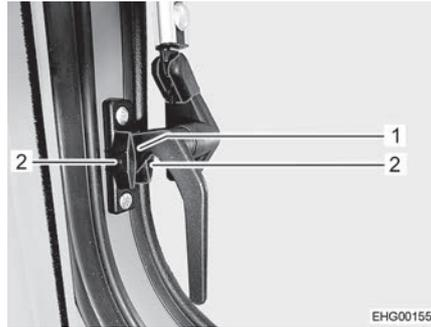

Fig. 33 Palanca de bloqueo de al lado (posición "ventilación continua")
- Girar las palancas de bloqueo de al lado un cuarto de vuelta hacia abajo. En esto, introducir el saliente de bloqueo (Fig. 33,1) entre las dos mitades del bloque de bloqueo.